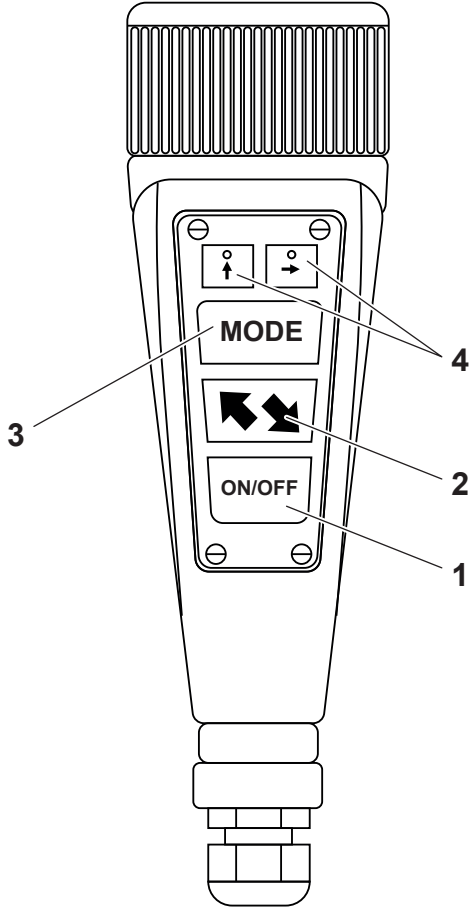

Fig. 43b
**Accensione (Rif. Fig. 43b)** - Posizionare l'interruttore generale in posizione 1, premere il tasto **ON/OFF (1)** si attiva la centralina idraulica e si accende la lampada.
**Selezione movimento piastre** - Premere il tasto **MODE (3)** per selezionare il tipo di movimento desiderato trasversale, longitudinale oppure obliquo.
**Turning on (Ref. Fig. 43b)** - Set the main switch to position 1, press the **ON/OFF key (1)** to activate the hydraulic control unit and the lamp turns on.
**Selecting the plate movement** - Press the **MODE key (3)** to select the desired transversal, longitudinal or oblique type of movement.
**Einschalten (Zu Abb. 43b)** - Den Hauptschalter auf 1 stellen; die Taste **ON/OFF (1)** drücken. Das Hydraulikaggregat wird aktiviert, und die Lampe schaltet sich ein.
**Auswahl Plattenbewegung** - Die Taste **MODE (3)** drücken, um die Art der gewünschten Bewegung – quer, längs oder schräg – auszuwählen.
**Allumage (Réf. Fig. 43b)** - Positionner l'interrupteur général en position 1, presser la touche **ON/OFF (1)** l'unité de commande hydraulique s'active et la lampe s'allume.
**Sélection du mouvement des plaques** - Presser la touche **MODE (3)** pour sélectionner le type de mouvement désiré : transversal, longitudinal ou oblique.
**Encendido (Ref. Fig. 43b)** - Lleve el interruptor principal a la posición 1, pulse el botón **ON/OFF (1)** para activar la unidad de control hidráulica y encender la lámpara.
**Selección del movimiento de las placas** - Pulse el botón **MODE (3)** para seleccionar el tipo de movimiento deseado: transversal, longitudinal u obliquo.